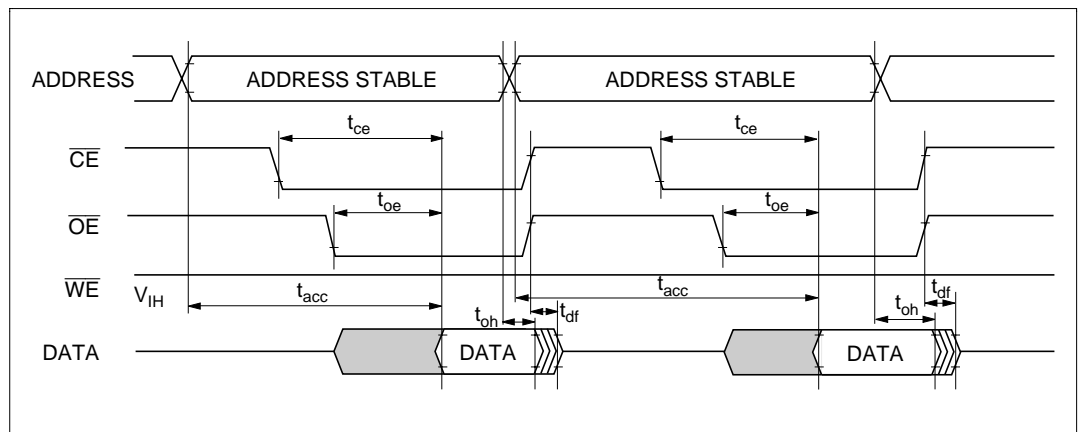

図 21.19 \overline{CE} 、 \overline{OE} クロック方式リード時のタイミング波形
- (1) 自動書き込みモードでは、128 バイト同時書き込みを行います。これは、バイトデータを 128 回連続で転送してください。
- (2) 128 バイト以下の書き込みでも 128 バイトのデータ転送を行う必要があります。必要ないアドレスへのメモリ書き込みは、データを H'FF にして書き込みを行う必要があります。
- (3) 転送するアドレスの下位 8 ビットは、H'00、H'80 でなければなりません。有効アドレス以外を入力した場合は、メモリ書き込み動作に移行しますが、書き込みエラーとなります。
- (4) メモリアドレスの転送は、第 2 サイクルで行います (図 21.19)。第 3 サイクル以降では転送しないでください。
- (5) 書き込み動作中は、コマンド書き込みを行わないでください。
- (6) 書き込みは、各アドレスの 128 バイト単位のブロックに対して、1 回の自動書き込みで行ってください。2 回以上の書き込みについては特性保証できません。
- (7) 自動書き込み正常終了の確認には、FO6 を調べることにより行います。または、ステータス読み出しモードを使用しても確認することができます (FO7 番のステータスポーリングは、自動書き込み動作終了判定用端子です)。
- (8) ステータスポーリングの FO6、FO7 端子情報は、次のコマンド書き込みまで保持されます。次のコマンド書き込みが行われてなければ、 \overline{CE} 、 \overline{OE} をイネーブルにすることにより読み出し可能となります。